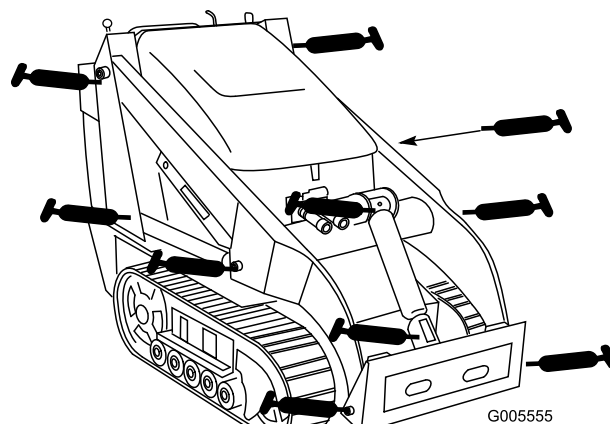
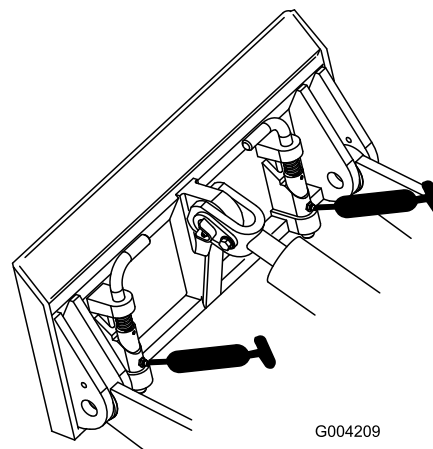

Figura 23
Figura 24
3. Conecte una pistola de engrasar a cada punto de engrase (Figura 23 y Figura 24).